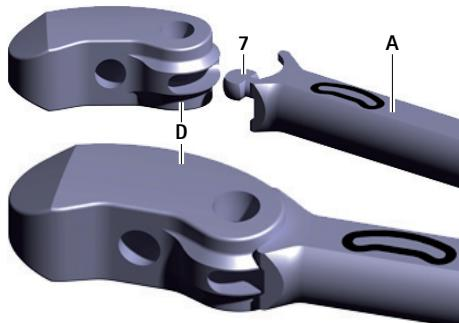

Рис. 2 Подсоединение тестового имплантата к установочному инструменту
- ▶ Подсоединить тестовый имплантат D к двугранному углу 7 установочного инструмента A, см. Рис. 2. При этом следить за ориентацией тестового имплантата (ориентация определяется по надписи на установочном инструменте).